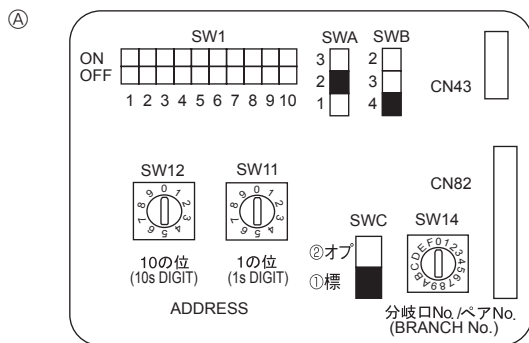

Fig. 5-4
5.5. Установка адресов (Fig. 5-4)
- ① Установка адресов
- ② Как установить номера отделений SW14
5.6. Установка переключателей при высоком потолке или при изменении числа выходов воздуха (Fig. 5-4)
④	4 направления	2,5 м	2,7 м	3,5 м
③	3 направления	2,7 м	3,0 м	3,5 м
②	2 направления	3,0 м	3,3 м	3,5 м
5.7. Определение температуры в помещении встроенным датчиком пульта дистанционного управления (Fig. 5-4)